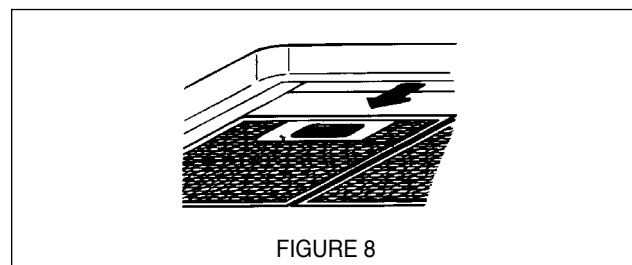

FIGURE 8
2. Retirer les filtres pour la graisse de l'appareil et mettre de côté. Retirer les filtres pour la graisse en pressant sur la poignée à l'avant du filtre, tel qu'il est illustré à la FIGURE 8. Au moment de les replacer, s'assurer que les filtres soient positionnés adéquatement, la poignée vers l'avant et visible.